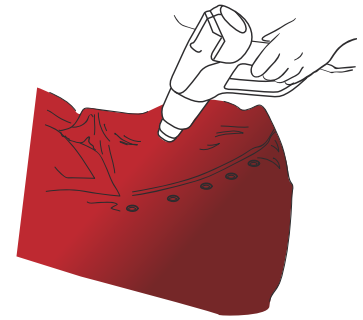

Figure 19
- › Puis chauffer à nouveau chaque rivet à 80-90 °C (FIG. 19).